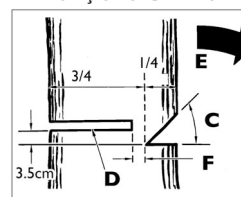

Fig. 10B
**AVISO!** Nunca caminhe em frente da árvore que tenha sido entalhada. Efectue o corte de abate (D) do outro lado da árvore e 3-5cm acima do limite do entalhe (C) (Fig. 10B).